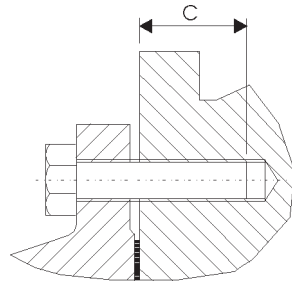

Bild 3
- Zum Einbau des Zählers in die Rohrleitung sind Schrauben 8.8 nach DIN 931 zu benutzen. Die Schraubenlänge muss so gewählt werden, dass eine Einschraublänge C mm (Tabelle 2) im Zähler gewährleistet ist (Bild 3). Das maximale Anzugsmoment beträgt 110 Nm.